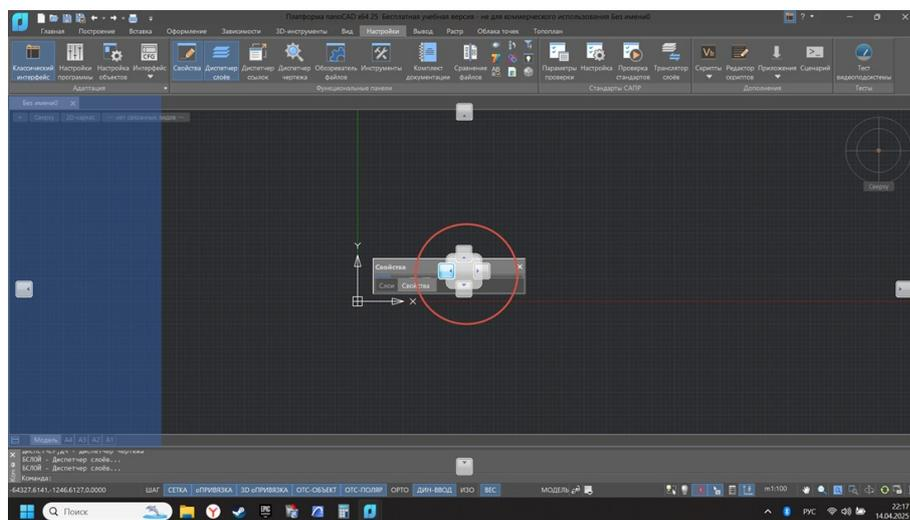

Рис. 2.21
1. Продолжая удерживать кнопку мыши, навести курсор на одну из пиктограмм (рис. 2.21):